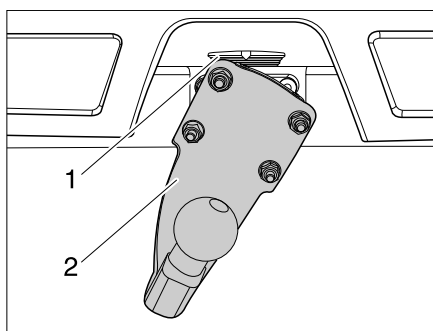

Bild 5 Släpvagnskoppling
- Sätt släpvagnskopplingen (Bild 5,2) i 90° vinkel på spärren (Bild 5,1).
- Sväng släpvagnskopplingen (Bild 5,2) nedåt tills spärren (Bild 5,1) går i lås.
- Tryck spärren (Bild 5,1) uppåt.
- Sväng släpvagnskopplingen (Bild 5,2) 90° åt vänster.
- Släpp spärren (Bild 5,1).
- Ta bort släpvagnskopplingen (Bild 5,2).